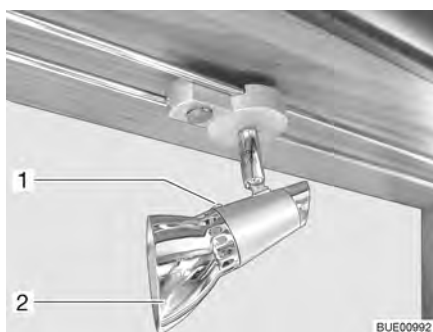

Bild 210 Halogenspotlight (förskjutningsbar)
- Lossa fästskruven (Bild 210,1).
- Tag av lampskärmen (Bild 210,2).